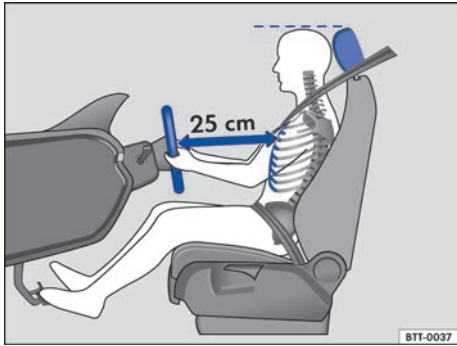
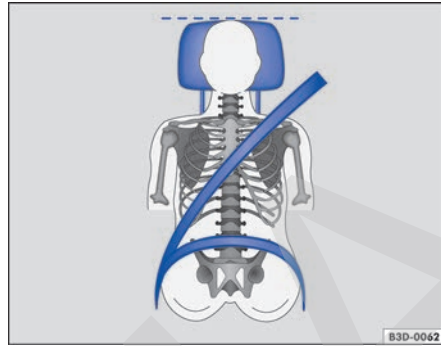

Fig. 41 La distancia correcta entre el conductor y el volante debe ser de, como mínimo, 25 cm.
Fig. 42 Posición correcta de la banda del cinturón y ajuste correcto del apoyacabezas.
- Ajustar el asiento de modo que quede una distancia mínima 25 cm \Rightarrow fig. 41 entre el volante y el tórax y que el conductor pueda sujetar el volante del borde exterior con las dos manos y los brazos ligeramente doblados.
- Para los asientos con apoyacabezas: ajustar el apoyacabezas para que su borde superior se encuentre preferentemente en la misma línea de la parte superior de la cabeza \Rightarrow fig. 41 y \Rightarrow fig. 42 – aunque no por debajo de la altura de los ojos. Colocar la parte posterior de la cabeza lo más cerca posible del apoyacabezas.